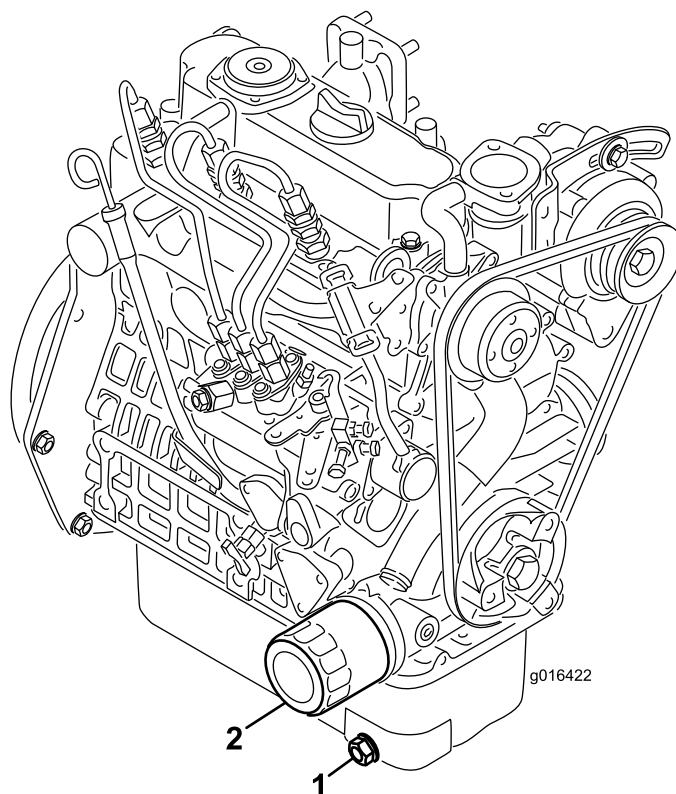

Figura 34
1. Retire o tampo de escoamento (Figura 34) e deixe o óleo escorrer para um recipiente